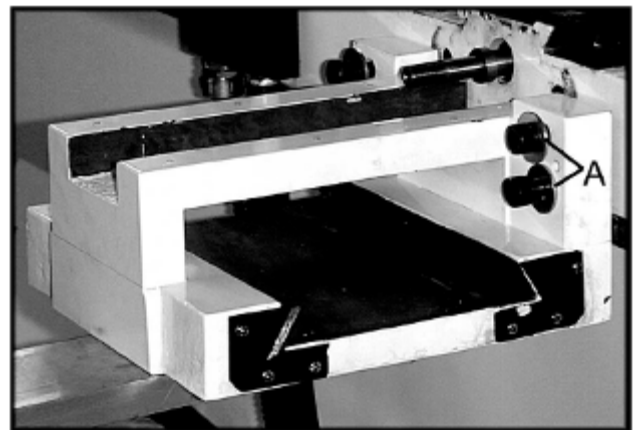

Рис. 3
5. Прикрепите корпус устройства для обточки конусов к станине токарного станка четырьмя крепёжными шестигранными болтами М10х50 и четырьмя шайбами (А, рис.3). На данном этапе не закручивайте болты до конца.